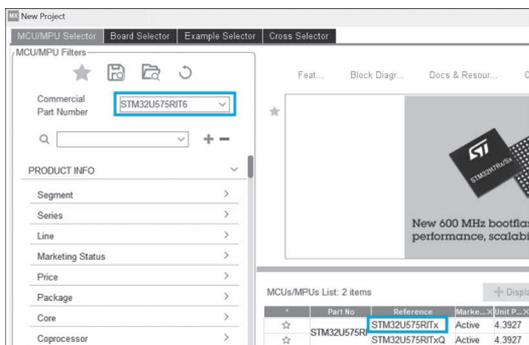

图 3.6 芯片型号选择界面
(1) 打开 STM32CubeMX, 选择菜单栏的 File→New Project 命令。
(2) 在弹出窗口的左上角输入想要配置的芯片的型号, 在 MCUs/MPUs List 中双击对应的型号即可打开配置窗口, 如图 3.6 所示。